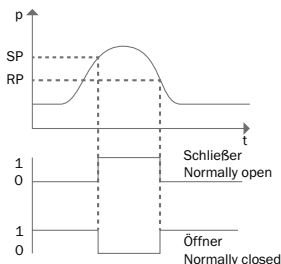

Abbildung 2: Hystereseffunktion bei Überdruck
Bei steigendem Systemdruck schaltet der Ausgang bei Erreichen des jeweiligen Schaltpunktes (SP). Fällt der Druck wieder ab, schaltet der Ausgang erst wieder zurück, wenn der Rückschaltpunkt (RP) erreicht ist. Wenn der anliegende Druck um den am Druckschalter eingestellten Schaltschwellenpunkt schwankt, hält die Hysterese den Schaltzustand der Ausgänge stabil (siehe Abbildung 2).